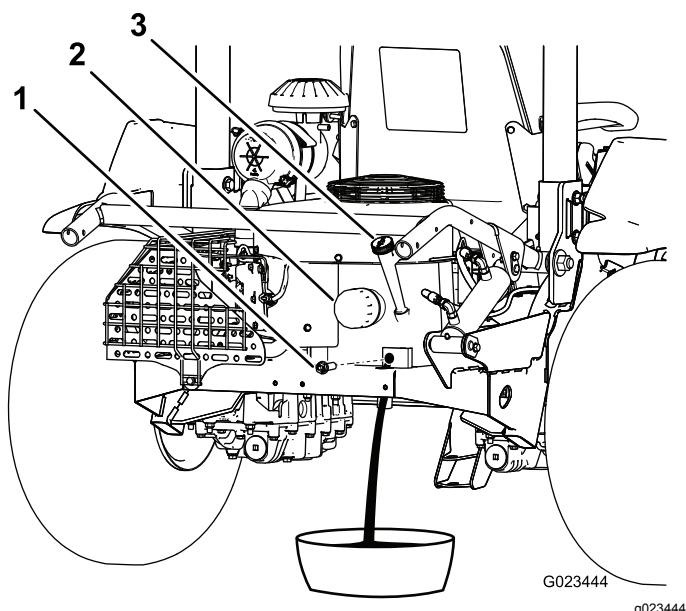

Figura 39
3. Togliete il tappo di spurgo (Figura 39) e lasciate defluire l'olio in un contenitore adeguato. Quando l'olio cessa di defluire, rimontate il tappo.